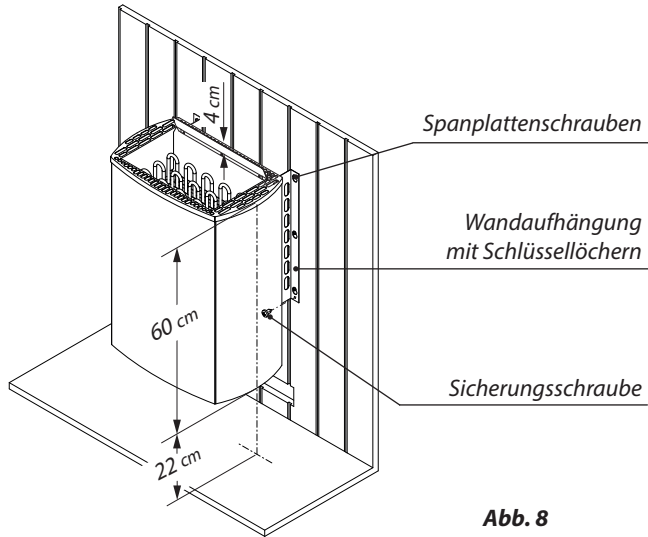

Abb. 8
- Jetzt können Sie das Saunaheizgerät mit den Schlüssellochern in die bereits an der Kabinenwand befestigten Spanplattenschrauben einhängen und anschließend mit den beiden Sicherungsschrauben an den Wandaufhängungen sichern. (Abb. 8).